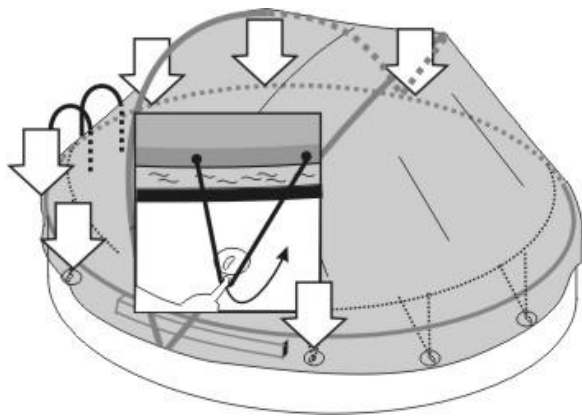

Abb. 10.1
Zusammenklappen (Abb. 10.1 bis 10.3)
- Die Gummiseile (11) auf der ganzen Hälfte der Einstiegsseite und noch im Bereich des „C“ Profils (1) lösen. (Abb. 10.1)